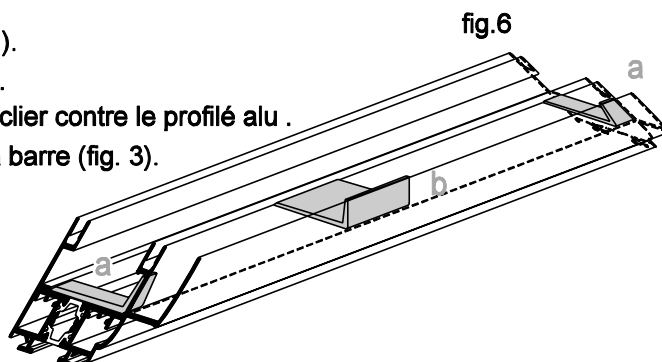

fig. 1
- 1 - Placer le profilé sur une surface plane (fig. 1).